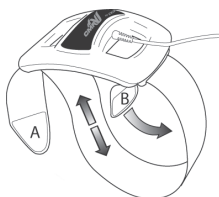

Figure 1
2. Retirer la languette Velcro « A » puis desserrer la sangle. (Figure 1)